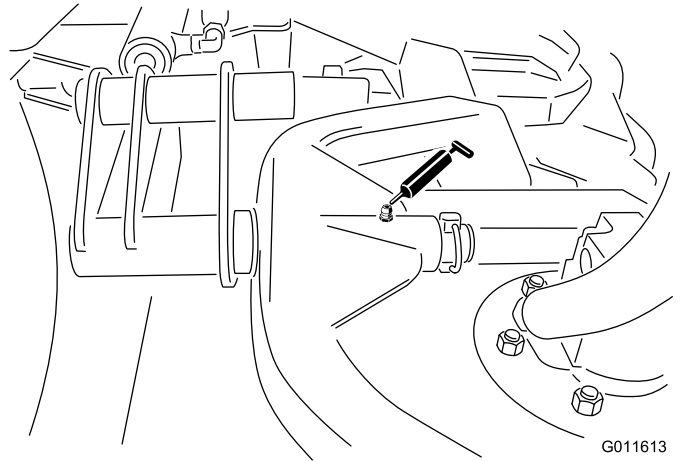

Figura 31
- Pivote del bastidor de tiro de la unidad de corte (1 en cada) (Figura 31)